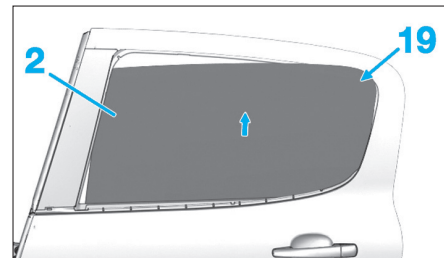

Fig. 126
- Faire monter la vitre de porte latérale arrière (2) en basculant vers l'avant (Fig.126), et la dégager de la partie arrière (19).